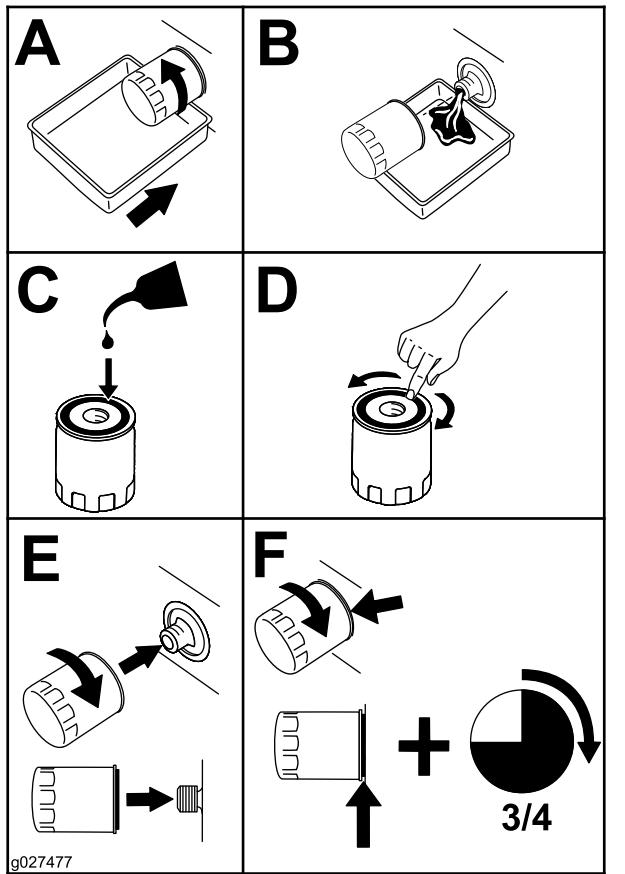

Рисунок 39
5. Замените масляный фильтр двигателя, как показано на Рисунок 39.